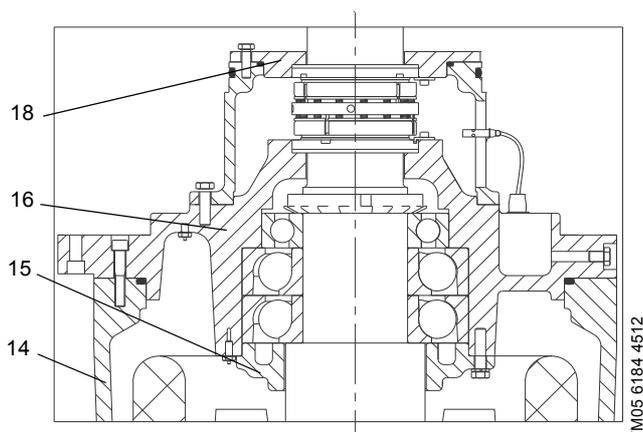

Рис. 14 Детали уплотнения и подшипника, KPL 1000-1800
8. Ослабить и снять болты между корпусом подшипника (поз. 16) и корпусом электродвигателя (поз. 14), см. рис. 14
Установить ротор безопасно в вертикальном положении приводным концом вала (DE) вверх, см. рис. 14.